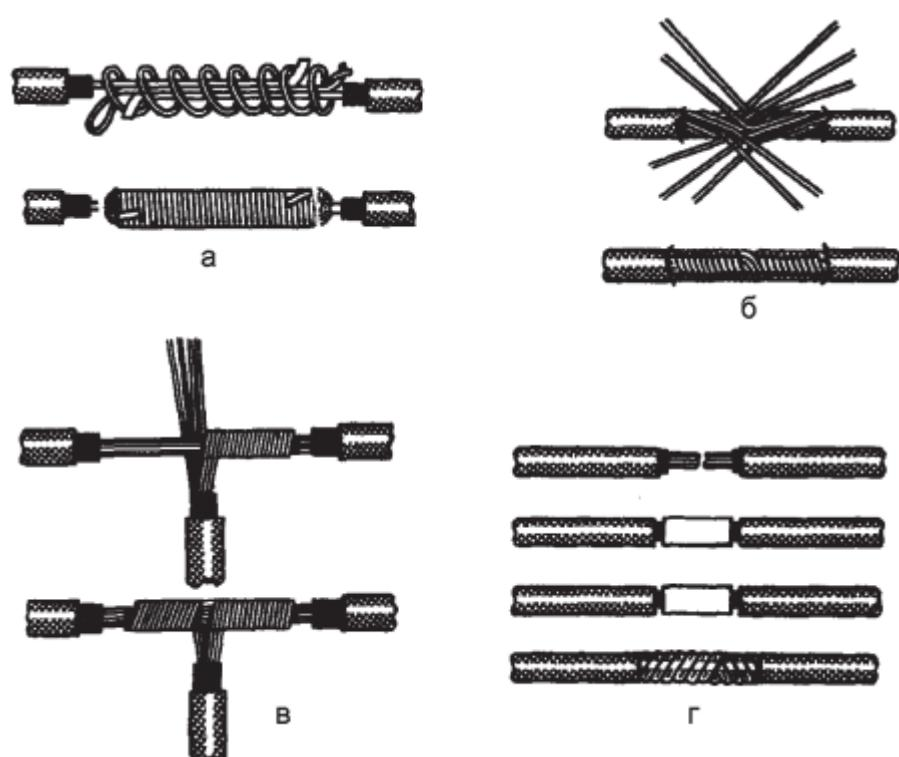

Рис. 14. Соединение и ответвление проводов: а – соединение однопроволочных
Соединение, ответвление медных проводов сечением до 10 мм2 рекомендуется выполнять скруткой с последующей пропайкой, причем медные однопроволочные провода площадью сечения до 6 мм2, а также многопроволочные с небольшими площадями сечений паяют по скрутке (рис. 13). Жилы с площадью сечения 6-10 мм2 соединяют бандажной пайкой (рис. 14 а), а многопроволочные провода – скруткой с предварительной расплеткой проволок (рис. 14 б). Длина мест соединений скруткой или бандажной пайкой должна составлять не менее 10–15 наружных диаметров соединяемых жил. Паяют свинцовооловянным припоеем с использованием флюса на основе канифоли. Применять при пайке медных проводов кислоту и нашатырь не разрешается, так как эти вещества постепенно разрушают места пайки.
**Соединение опрессовыванием.** Широко используют метод соединения медных проводов опрессовыванием (рис. 14 г). Концы проводов зачищают на 25–30 мм, затем обертывают медной фольгой и опрессовывают специальными клещами типа ПК.